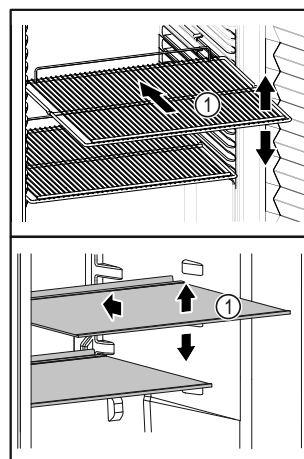

Fig. 58 Representación a modo de ejemplo
- ❑ Si los estantes Fig. 58 (1) se pueden mover, ajustarlos según la altura.